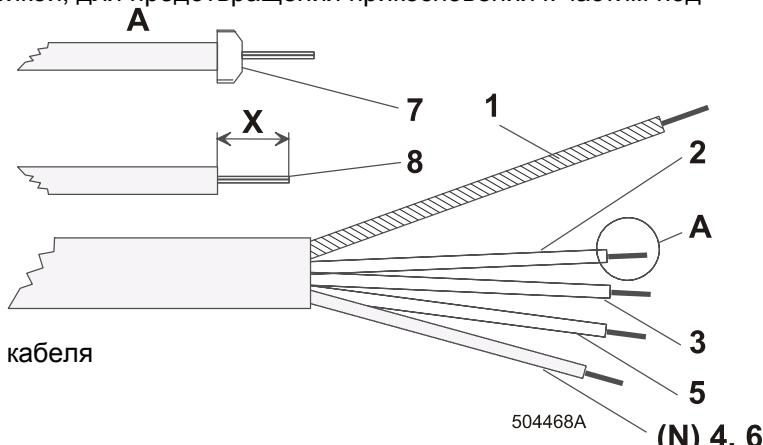

Рис. 8.4.C Подготовка питающего кабеля
При использовании кабеля (твёрдые медные провода) снимите столько изоляции, чтобы после присоединения провода к устройству из разъёма не торчала часть без изоляции (рис. 8.4.C, 8 - размер X). При использовании шнура (витые медные провода) изоляцию с отдельных жил можно снимать также как и для кабеля или использовать обжимные гильзы (7). В этом случае необходимо использовать гильзы с изолированной шейкой, для предотвращения прикосновения к частям под напряжением.